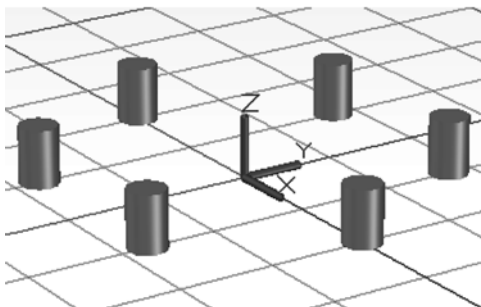

图 9-154 练习结果
13) 上机练习：在三维建模空间中创建一个直径为 10、高为 30 的圆柱体，其底面的中心点为 (100,0,0)，然后采用三维阵列的方式创建 6 个圆柱体，如图 9-154 所示。